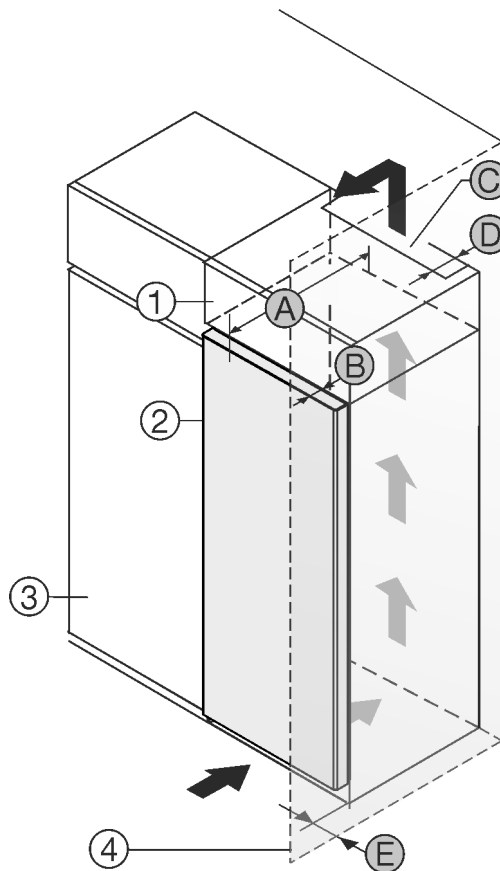

Fig. 1
Вы можете установить устройство непосредственно рядом с кухонным шкафом Fig. 1 (3).
На задней стенке дополнительного шкафчика должен быть вентиляционный канал с глубиной Fig. 1 (D) по всей ширине этого шкафа.*
Нужно соблюдать вентиляционное отверстие Fig. 1 (C) под нижней панелью.*
Если устройство устанавливается на шарнирах у стены Fig. 1 (4), то расстояние между устройством и стеной должно быть не менее 13 мм.*
Если устройство устанавливается на шарнирах у стены Fig. 1 (4), то расстояние между устройством и стеной должно быть не менее 20 мм.*
Чтобы можно было полностью открыть дверь, устройство должно выступать на глубину двери Fig. 1 (B) относительно передней стенки кухонного шкафа. В зависимости от глубины кухонных шкафов Fig. 1 (3) и использования пристенных распорок устройство может выступать и больше.*